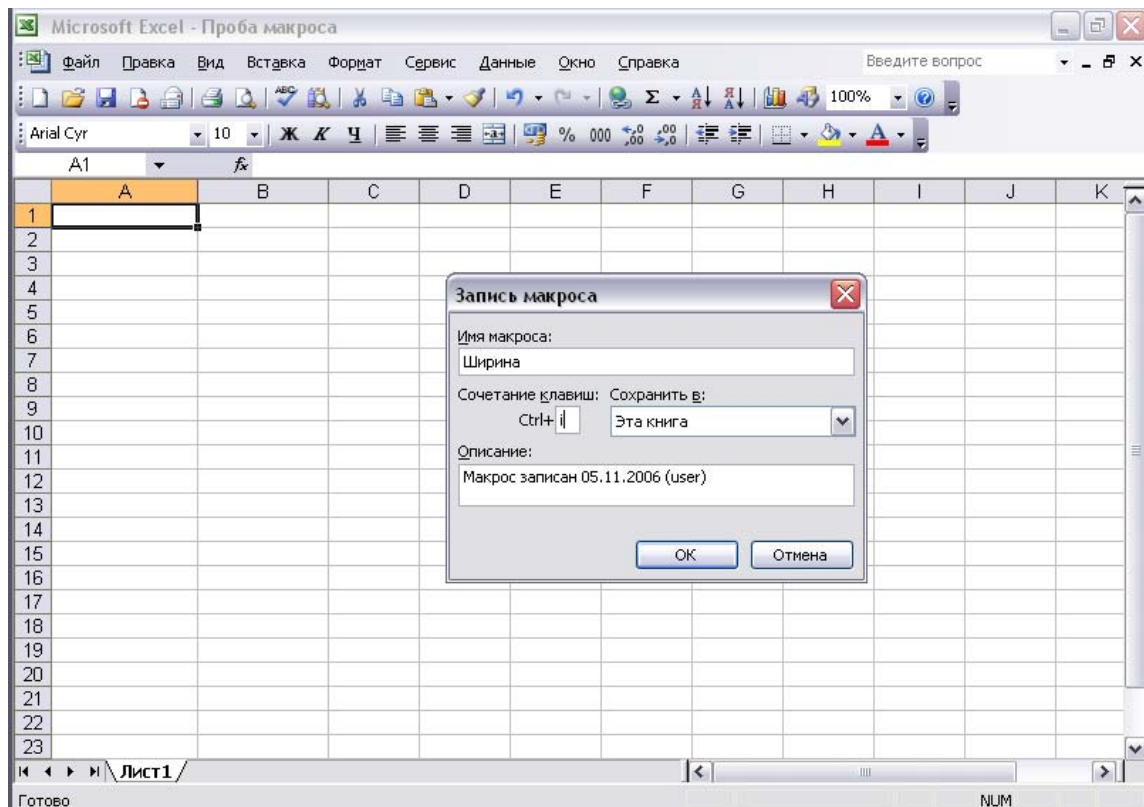

Рис. 1 Вікно запису макросу
- 2.2. В вікні яке з'явилося (рис. 1) в полі **Ім'я макросу** вводимо ім'я макросу (**Ширина**).